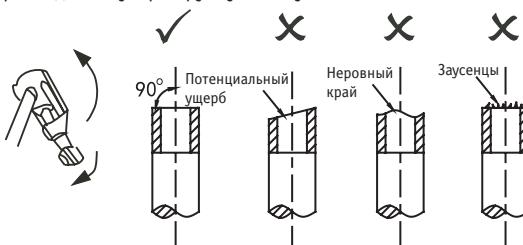

Рис. 10.4
- Обрежьте трубу труборезом (см. рисунок 10.4).